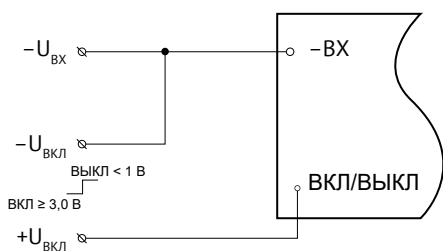

Рис. 4. Управление логическим напряжением.
**Первый способ:** подачей управляющего сигнала на вывод «ВКЛ/ВЫКЛ» относительно «-ВХ» [Рис. 4]. Если напряжение на выводе «ВКЛ/ВЫКЛ» менее 1,0 В, то модуль перейдет в выключенное состояние. Если напряжение на данном выводе 3,0 В или более, то модуль перейдет во включенное состояние. Максимальное напряжение, прикладываемое к входу «ВКЛ/ВЫКЛ», не должно превышать 80 В.